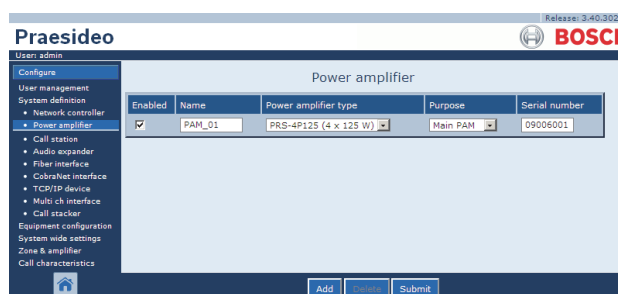

figura 43.11: Eliminar um amplificador de potência, passo 5
- 5 Clique no botão *OK* para confirmar a mensagem que aparece. Aparece um ecrã semelhante ao da figura 43.11 na moldura principal da interface da Web. O amplificador de potência eliminado deixa de constar na tabela.